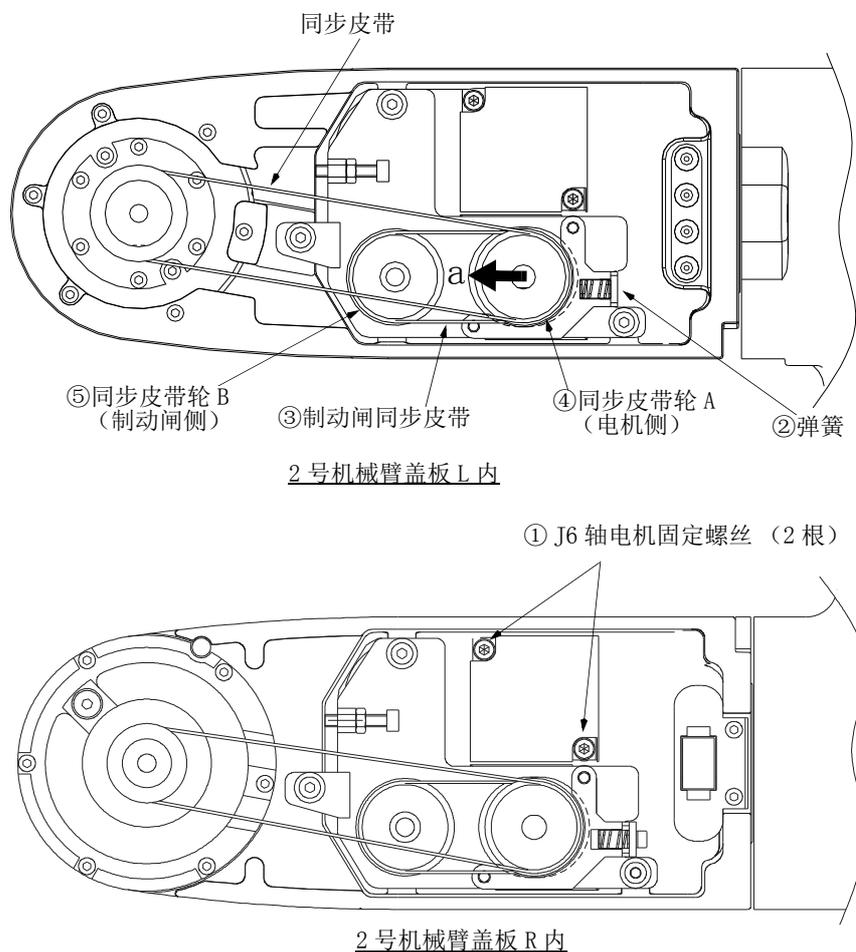

图 5-17: J6 轴同步皮带的点检、更换 (RV-2FRB/2FRLB)
制动闸同步皮带点检 · 更换时的参考图如图 5-17 所示。
- 3) 稍微拧松电机固定螺丝① (2 根)。(请勿过度拧松。)
- 4) 使电机侧同步皮带轮④向图 5-17 的箭头 a 方向运动，卸下制动闸同步皮带。
- 6) 更换后，切实紧固电机固定螺丝①（2根）（M4 螺丝紧固力矩：4.51N·m）。（张力调整由弹簧作用自动完成）如果固定不切实，可能由于振动而导致松动。
(9) RV-4FR/7FR 系列：J1 同步皮带的点检 · 更换